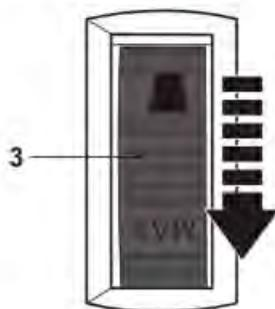

Fig. 12
- > Tournez le sélecteur de vitesse [3] vers l'arrière pour diminuer la puissance de l'aspirateur/souffleur (Fig. 12).